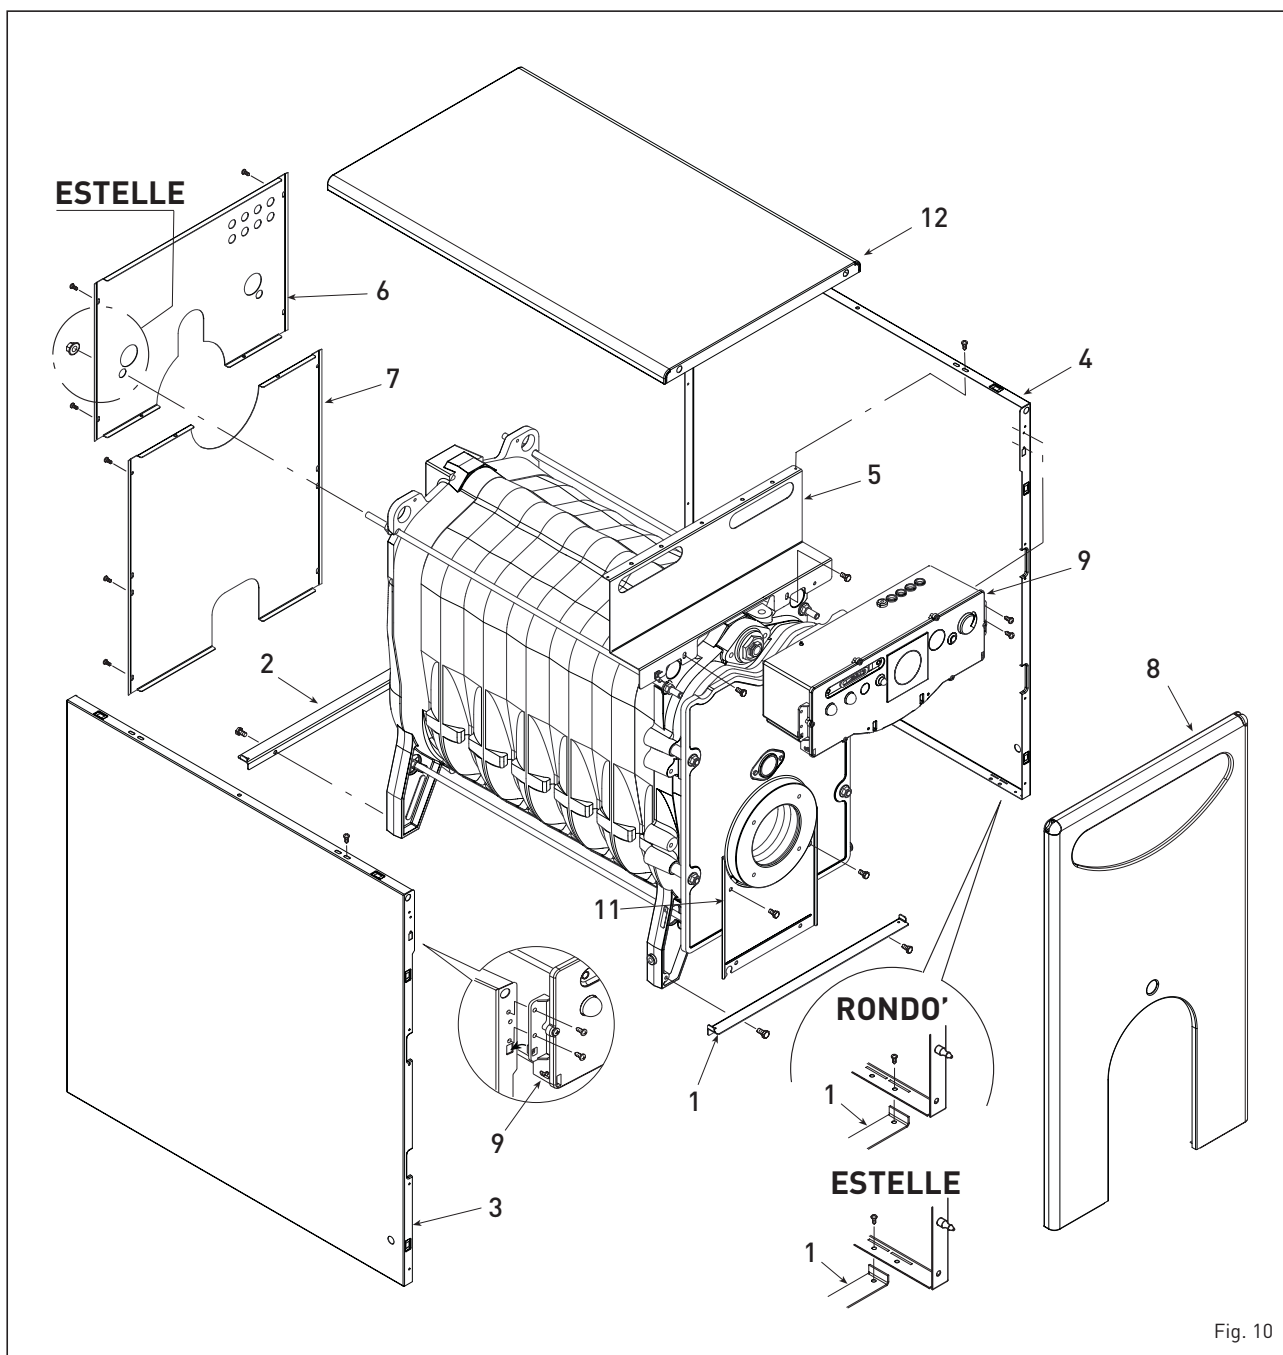

Fig. 10
3.3.3 Démontage de la jaquette (fig. 10)
Le démontage de la jaquette de la chaudière doit être réalisé selon le déroulement ci-dessous indiqué (fig. 10):